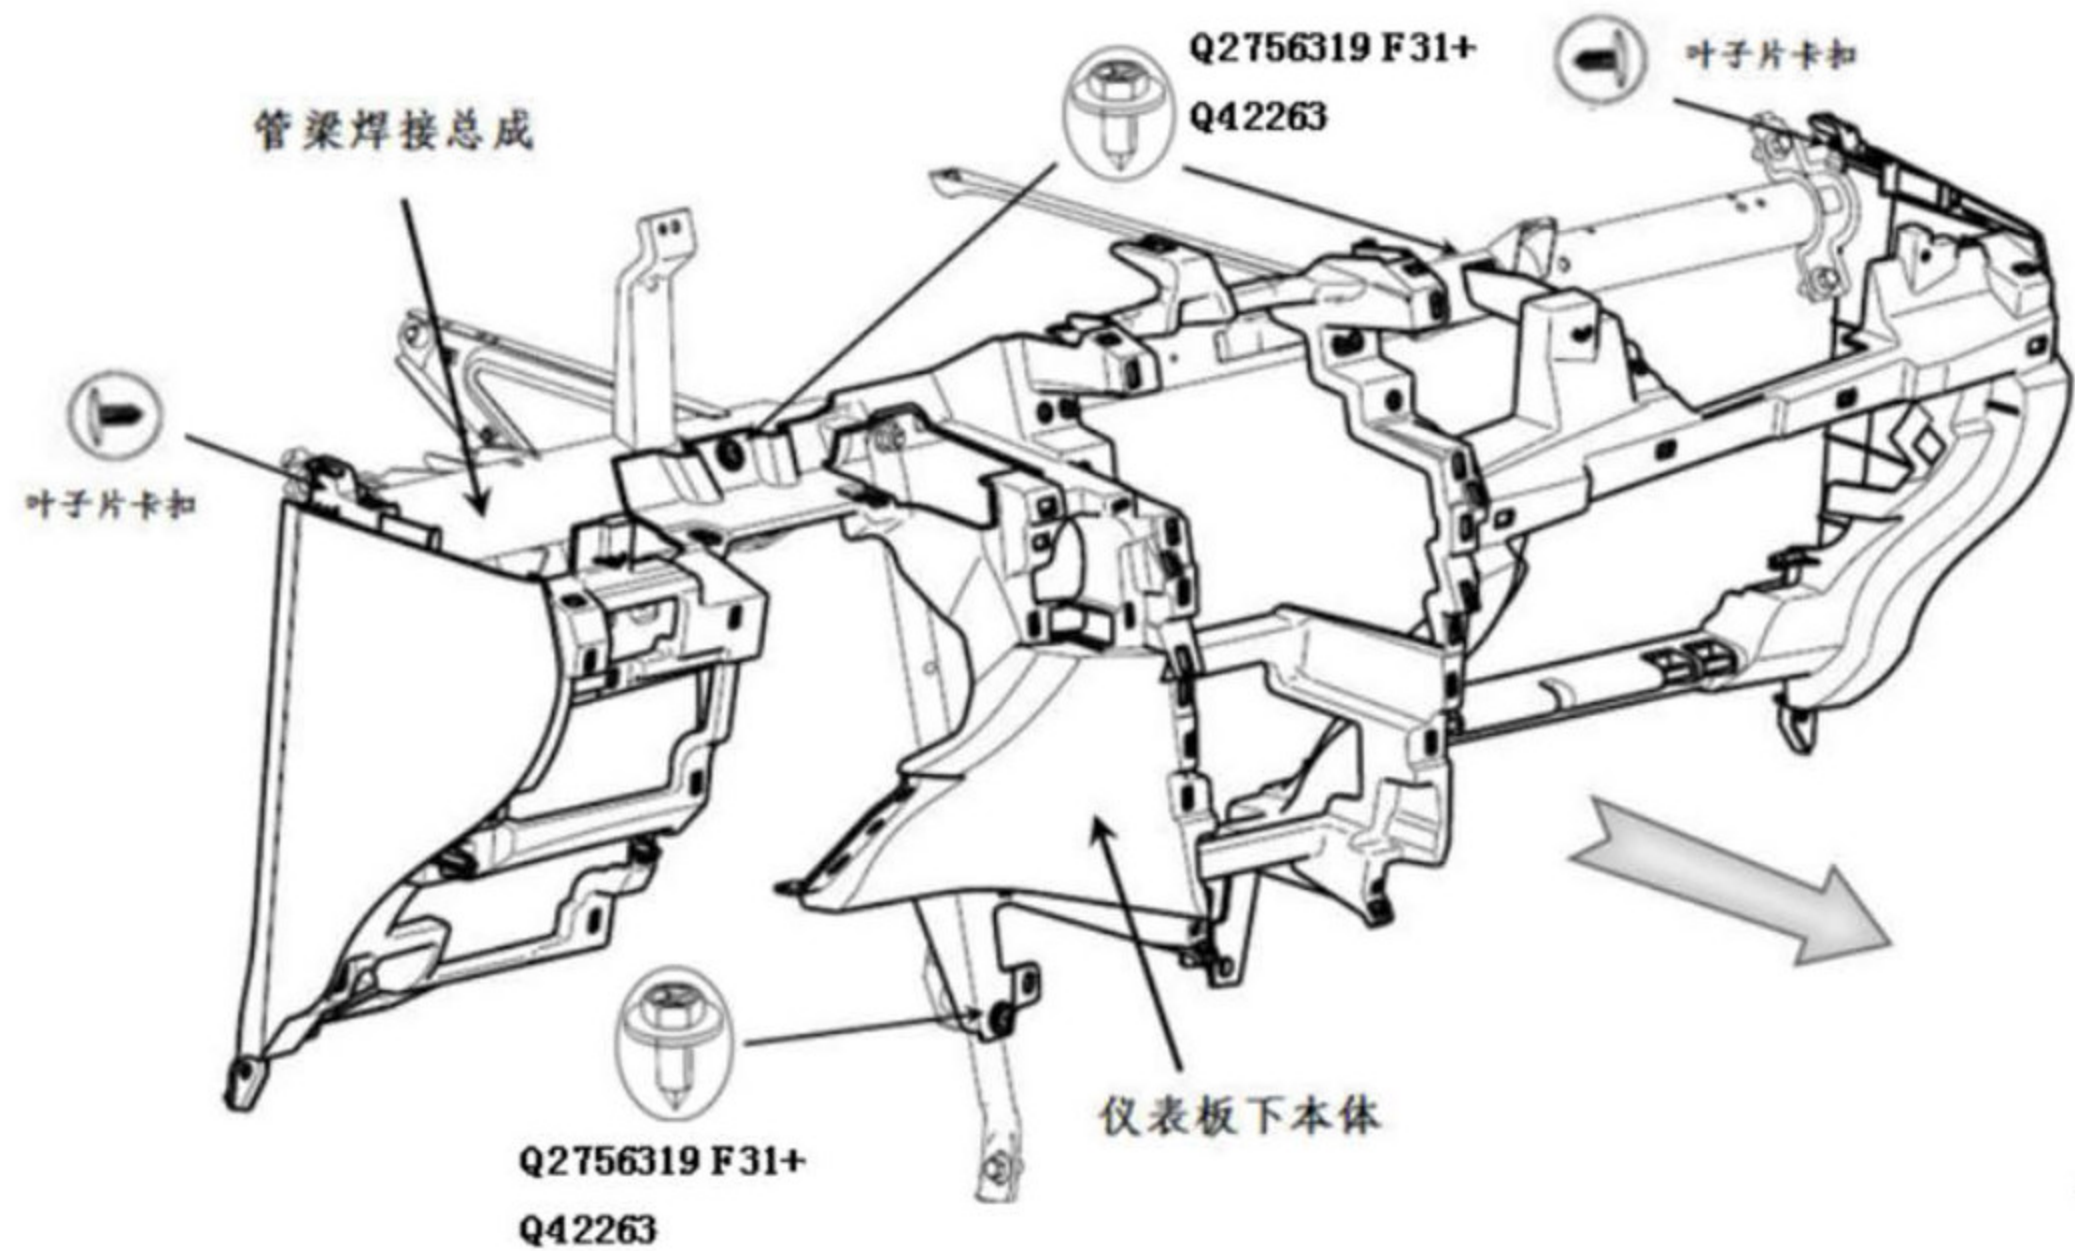

图 46
- 3). 确认与线束连接全部断开后，即可沿图 46 中的箭头方向将仪表板下本体拆分下来。